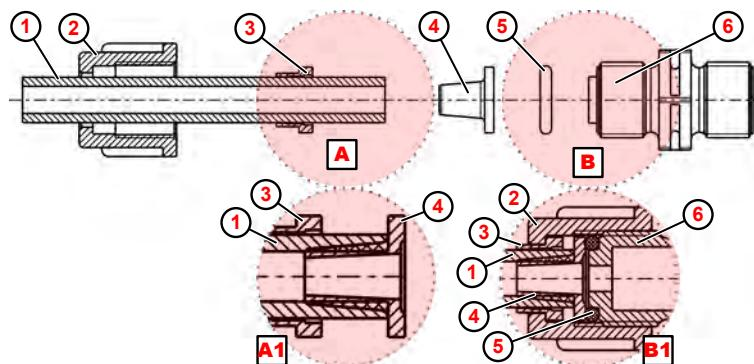

Fig. 8: Conexión de manguera y conexión de tubo con pieza cónica
1. Realizar un corte recto en la manguera ( Fig. 8 , ① ).
2. Empujar la tuerca de unión ② sobre la manguera ① .
3. Empujar la pieza de sujeción ③ sobre la manguera ① .
4. Empujar la manguera ① hasta el anillo de tope de la pieza cónica ④ (detalle A1 ).
5. Empujar la pieza de sujeción ③ en dirección a la pieza cónica ④ hasta notar resistencia.
6. Colocar la junta tórica ⑤ en la ranura de la válvula de descarga o aspiración ⑥ .
7. Apretar la tuerca de unión ② (detalle B1 ).